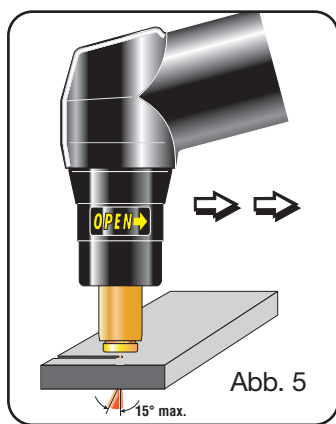

Abb. 5
Der Brenner sollte zum Schneiden möglichst gezogen werden: Ziehen erweist sich gewöhnlich als bequemer als schieben (siehe Abb. 5).
- zu hohe Geschwindigkeit. Sicherstellen, daß der Lichtbogen das Werkstück stets vollständig durchstößt und niemals um mehr als 10 -15° (Abb. 5) in Vorschubrichtung geneigt ist. Hierdurch wird ein zu großer Verschleiß der Düse und ein Verbrennen der Düsenspannhülse vermieden.